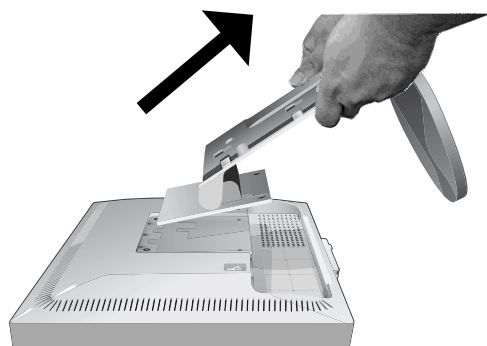

Abbildung M.4
5. Heben Sie den Fuß jetzt an, um die oberen Haken zu lösen, und entfernen Sie den Fuß (**Abbildung M.4**).